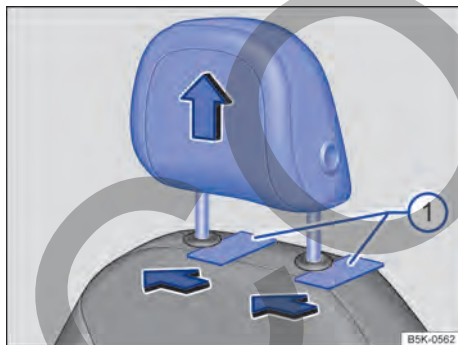

Fig. 77 Desmontaje de los apoyacabezas delanteros.
- Para desbloquearlo, introduzca unos objetos planos (unas tarjetas de plástico, p. ej.) entre el tapizado del respaldo y las tapas de las barras del apoyacabezas → fig. 77 ① mientras una segunda persona extrae el apoyacabezas completamente.